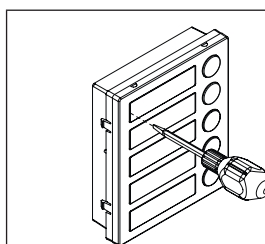

Fig. 4
- Insérer le tournevis (côté plat de la lame) dans la fente spécifique du porte-étiquette comme illustré sur **Fig. 4** ;